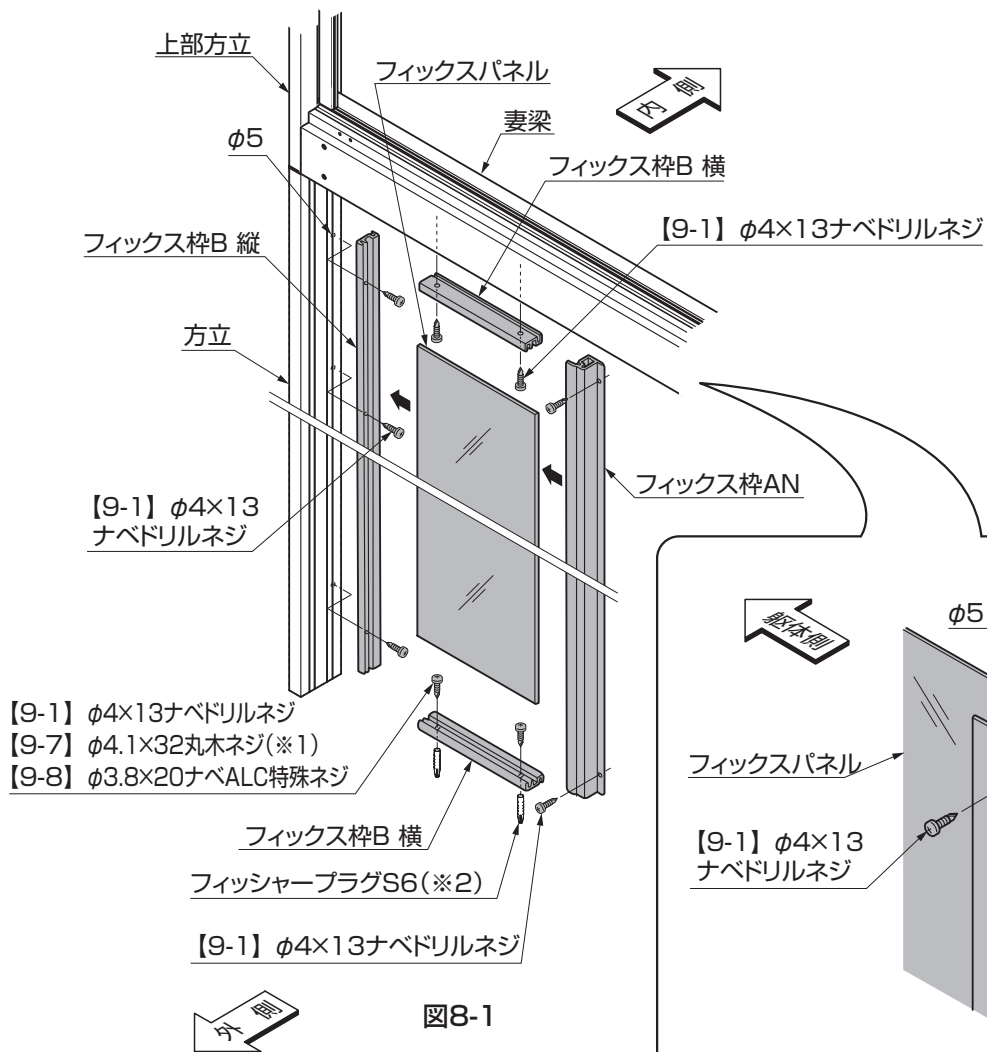

図8-1
- ①フィックス枠B 縦を方立へ【9-1】で取付けてください。(図8-1参照)
- ②フィックス枠B 横を妻梁へ【9-1】で取付けてください。(図8-1参照)
- ③フィックス枠B 横を【9-1】、【9-7】(※1)または【9-8】で床材へ取付けてください。(図8-1参照)
- ④フィックスパネルをはめ込んでください。(図8-1参照)